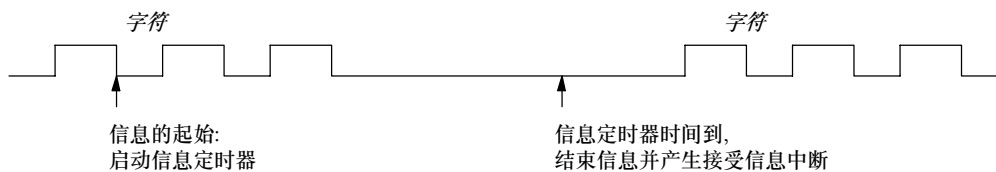

图6-13 使用信息定时器来结束接收指令
3. **信息定时器**：从信息的开始算起，在经过一段指定的时间之后，信息定时器结束一条信息。接收信息功能的启动条件一满足，信息定时器就启动。当经过的时间超出SMW92或者SMW192中指定的毫秒数时，信息定时器时间到，见图6-13。